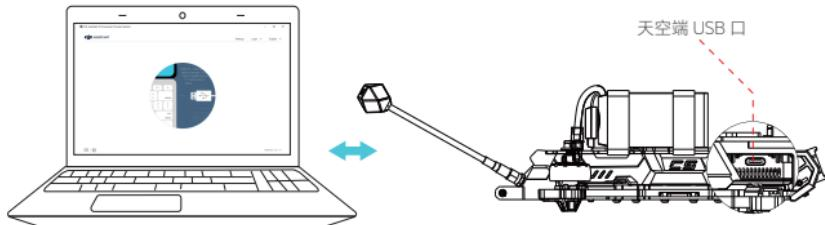

图 1-1
1. 天空端及飞行眼镜激活：CineFlow 5 飞行器连接电池，通过 USB-C 接口 [ 图 1-1] 连接对应设备至电脑并运行 DJI Assistant 2\*3 消费机系列 ) 调参软件进行激活与固件升级详情请参考 DJI-O4- 用户手册。